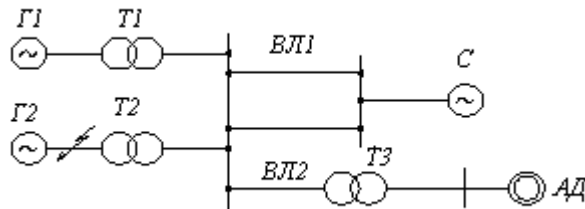

Рис. 2
**Пример.** Для заданной расчетной схемы (рис. 2) определить ток трехфазного к. з. в следующие моменты времени переходного процесса:  $t = 0; 0,1; 0,2; 0,3; 0,4; 0,5$  с. Генераторы имеют тиристорную систему самовозбуждения.
- 1) Для самостоятельного решения использовать расчетную схему (рис. 2) из Примера (п. 2.5). Исходные данные аналогично данным Примера, кроме: